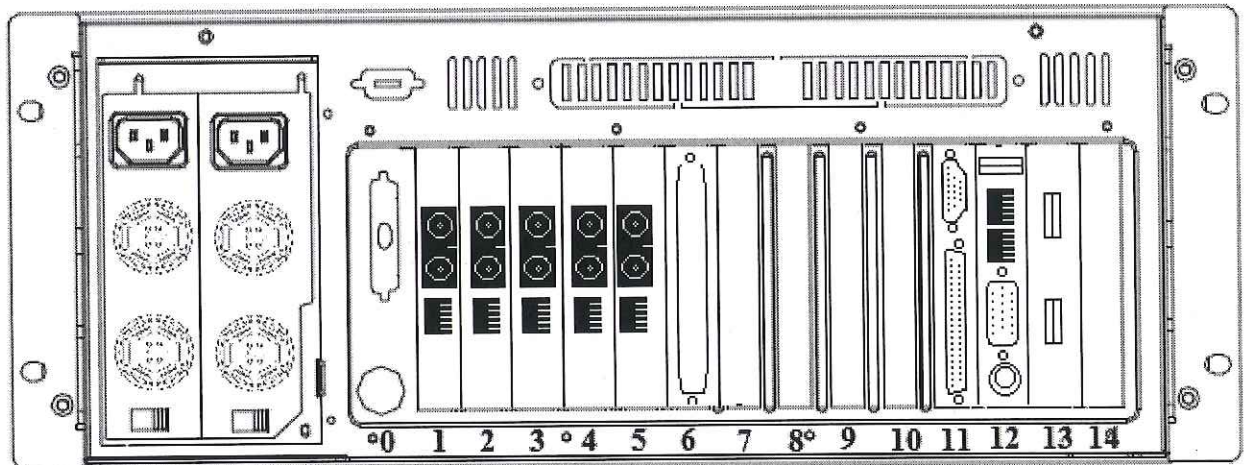

Рисунок 3 - Задняя панель системного блока
5.3.4.7 На задних панелях системных блоков (см. рисунок 3) расположены следующие элементы: